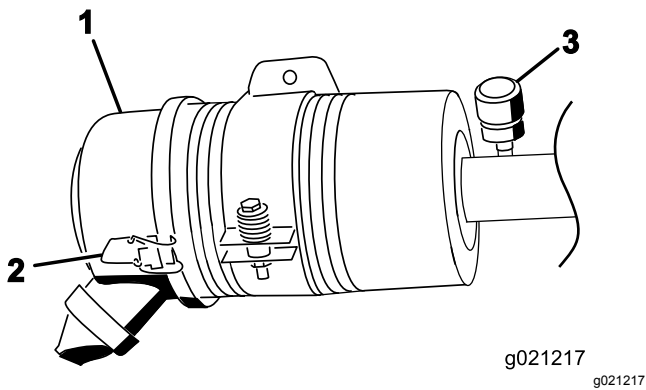

Figura 72
Faça a manutenção ao filtro de ar apenas quando o indicador de manutenção o exigir (Figura 72). Mudar o filtro de ar antes de ser necessário apenas aumenta a possibilidade de entrar sujeira no motor quando retira o filtro.
1. Liberte os trincos que fixam a cobertura do filtro de ar ao respectivo corpo (Figura 72).